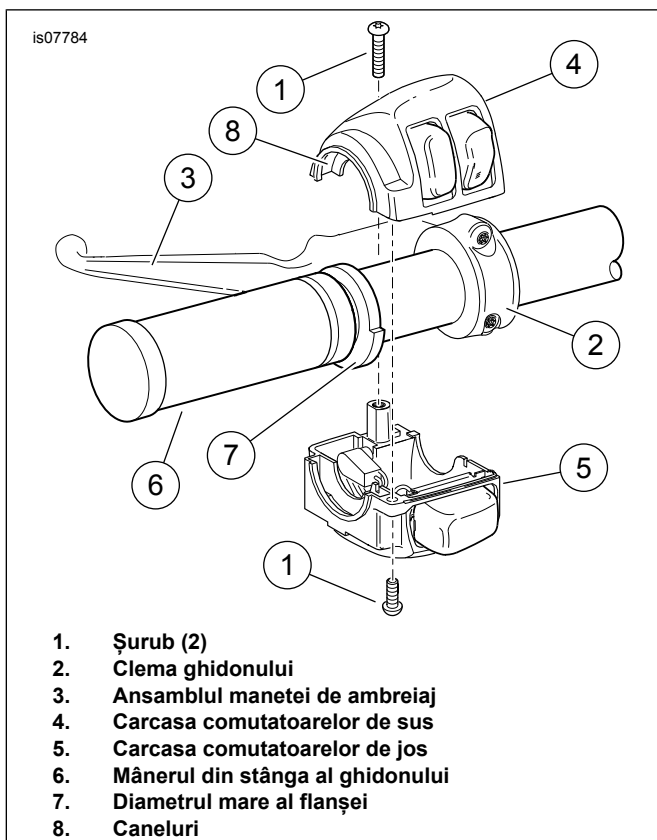
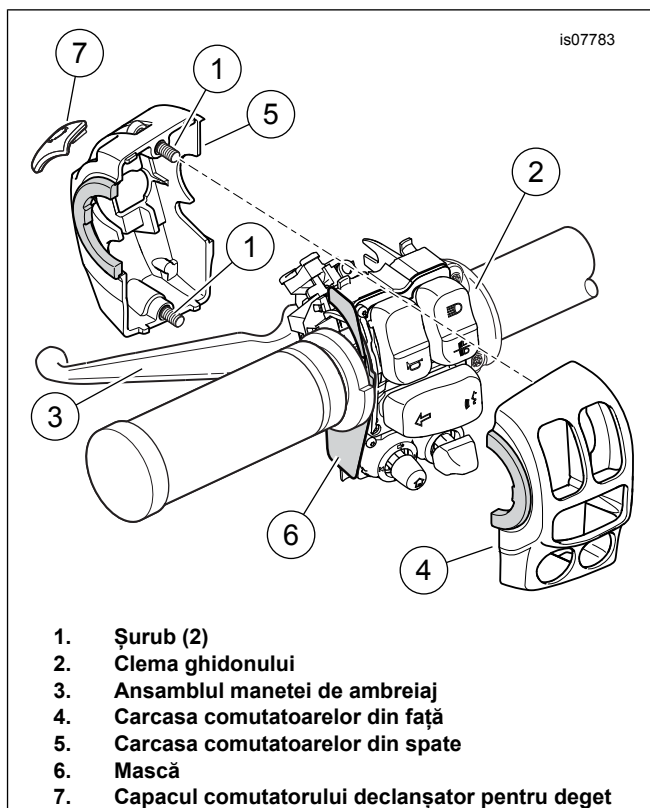

Figura 1. Carcasa comutatoarelor de pe ghidonul din stânga (la modelele Touring din 2008-2013 și Softail de după 2006)
Figura 2. Carcasa comutatoarelor de pe ghidonul din stânga (la modelele Touring de după 2014)
- a. Consultați Figura 1 sau Figura 2. Slăbiți două șuruburi (1) și clema ghidonului (2).
- b. Îndepărtați ansamblul manetei de ambreiaj (3) de carcasa comutatoarelor.
1. Consultați Figura 1 . Plasați mânerul încălzit din partea stângă (6) cu partea cu diametru mai mare a flanșei (7) în jos. Împingeți mânerul complet pe ghidon.
- Poziționați carcasa comutatoarelor de jos dedesubtul mânerului. Canelurile (8) de pe partea exterioară a carcasei comutatoarelor trebuie să se potrivească peste flanșa de la capătul mânerului.
1. Consultați Figura 2 . **Modelele din 2014-2015:** Verificați dacă masca (6) este în poziția corectă pe partea exterioară a modului de comutare.
- a. Montați secțiunile carcasei comutatoarelor (4, 5) pe modulul de comutare. Strângeți șuruburile prizoniere (1) nu foarte strâns.
- b. Montați ansamblul manetei de comandă a ambreiajului (3).
- c. Montați clema ghidonului (2) cu cele două șuruburi demontate anterior, fără să le strângeți prea tare.
- e. Glisați spre dreapta capacul (7) al comutatorului declanșator pentru deget, pentru a-l monta.